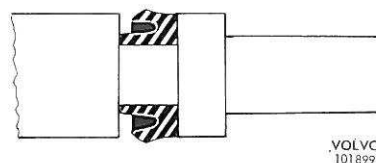

Figure 65. Garniture de piston
- Vérifier les pièces. Si les surfaces du cylindre sont rayées ou attaquées par la rouille, il faudra remplacer le répartiteur au complet. Si les surfaces du cylindre sont intactes, il suffira de remplacer seulement les pièces du piston. Vérifier le positionnement des garnitures de piston en se référant à la figure 65.